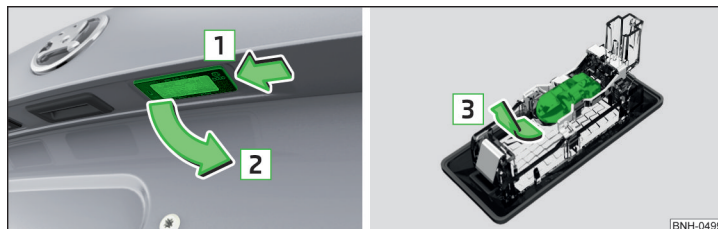

Fig. 178 Demontarea lămpii pentru numărul de înmatriculare/Înlocuirea becului
- Apăsați lampa în sensul săgeții **1** » fig. 178.